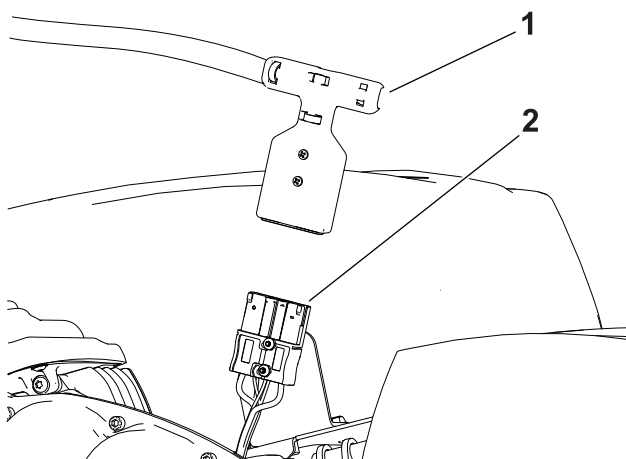

Figure 30
5. Débranchez la batterie en séparant le connecteur à poignée en T du connecteur d'alimentation principale (Figure 30).